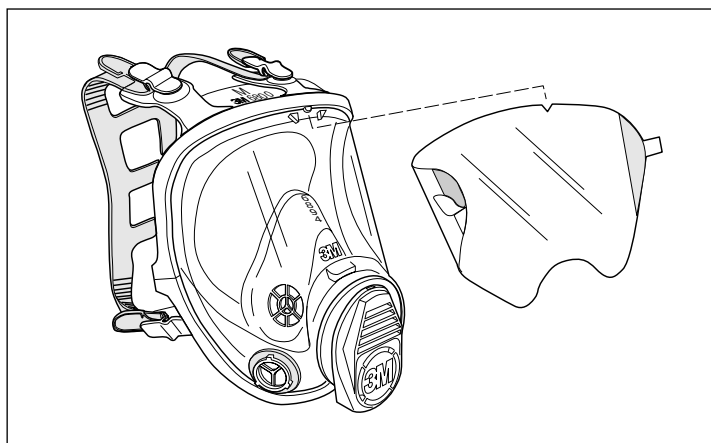

Rys. 11
• **Zestaw do szkieł optycznych 6878** (Rys.11)